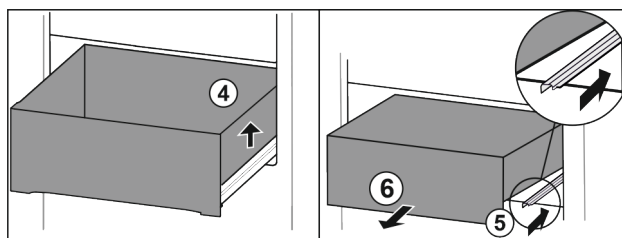

Fig. 72
- Sollevare il cassetto a destra. Fig. 72 (4)
- Inserire la guida destra. Fig. 72 (5)
- Rimuovere il cassetto tirandolo in avanti. Fig. 72 (6)